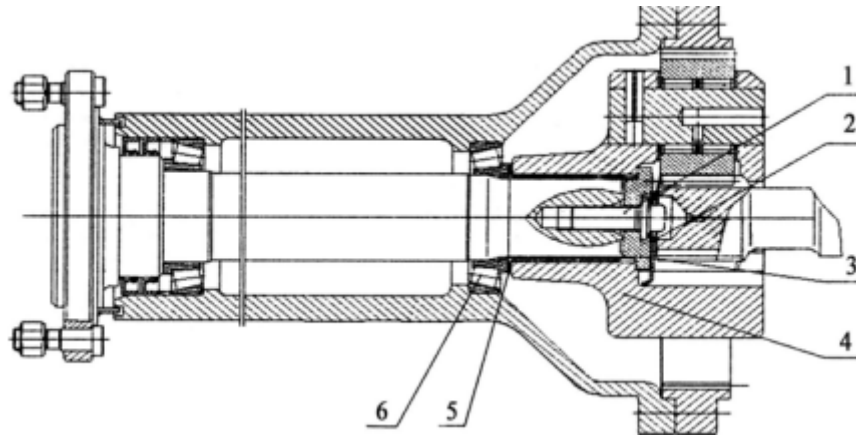

Figura 5-16 Ajuste final de la transmisión
5.3.4 Ajuste final de la transmisión (ver Figura 5-16)